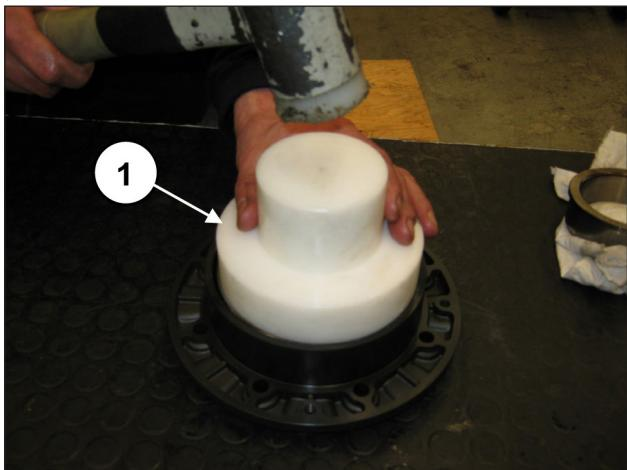
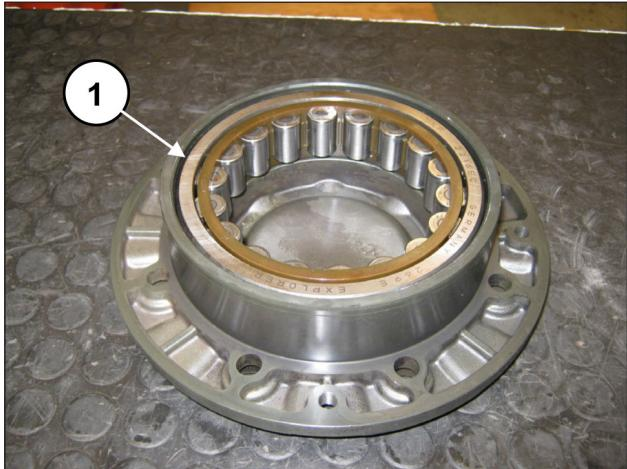

图 55
图 56
重复对轴承盖的操作，用代码 27605000 的工具预装曲轴轴承的外圈（位置①，图 55），直到其完全啮合（位置①，图 56）。